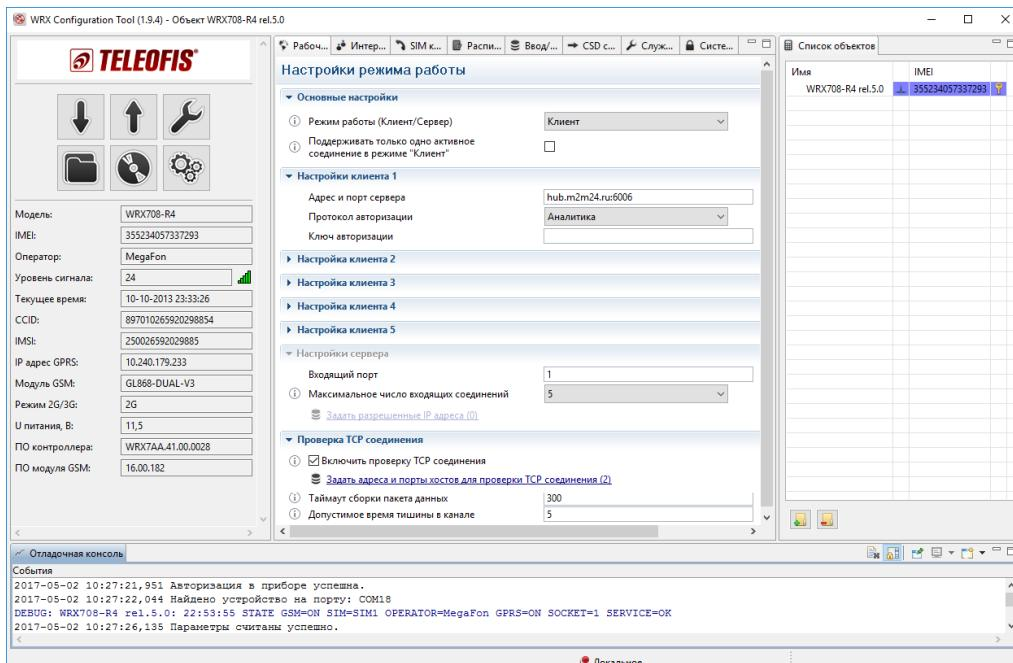

Рис. 25. WRX Configuration Tool. Стартовый вид.
- После установки драйвера запустите программу настройки терминала **WRX Configuration Tool.exe**. Внешний вид программы после запуска показан на Рис. 25.
Программа состоит из основного окна, содержащего рабочие вкладки, и окна «Отладочная консоль» в нижней части программы. В консоли отображаются лог-сообщения о текущих процессах и изменениях в работе терминала (Рис. 25).